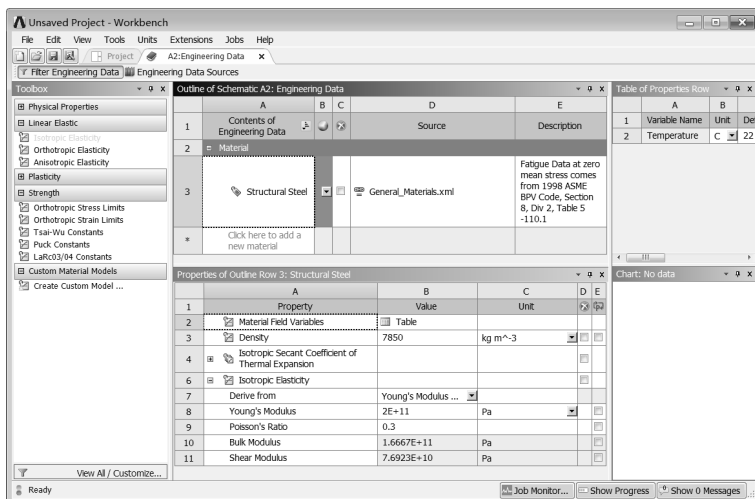

图 10-11 材料参数设置界面
Step1：双击项目 B 中的 B2 Engineering Data 选项，进入如图 10-11 所示的材料参数设置界面。在该界面下即可进行材料参数设置。